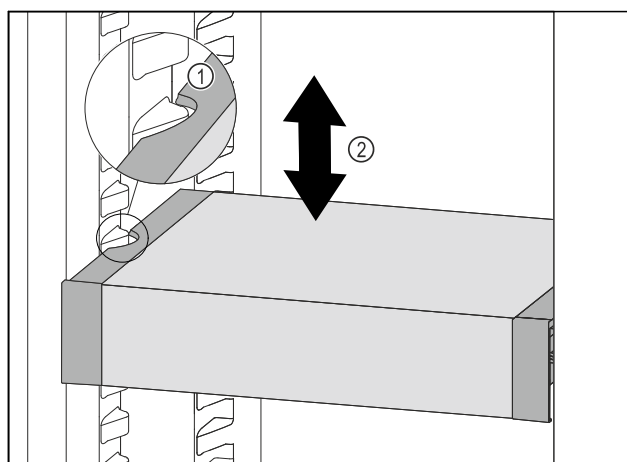

Fig. 152
- Táhněte VarioSafe dopředu, dokud nebudou boční vybrání VarioSafe na úrovni žebrování na nádoby v chladničce. Fig. 152 (1)
- Posouvejte VarioSafe v chladničce nahoru nebo dolů, dokud nedosáhnete požadované výšky. Fig. 152 (2)